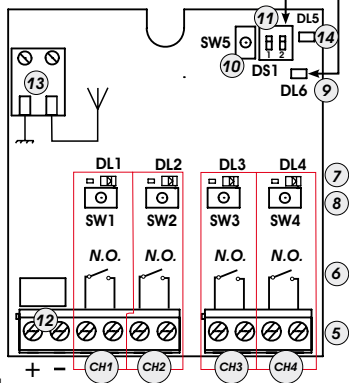

Fig.1
- 2) Premere, per 1 secondo, il pulsante sulla ricevente (Fig.1 rif. ⑧), corrispondente al canale a cui si vuole associare il radiocomando.
- 3) Il led corrispondente sulla ricevente (Fig.1 rif. ⑦), inizia a lampeggiare lentamente per 5 sec.
- 5) Il led (Fig.1 rif. ⑦) sulla ricevente si accenderà per 1 secondo poi spengersi, indicando l'avvenuta memorizzazione.
- 4) Premere, per 1 secondo, il pulsante sulla ricevente (Fig.1 rif. ⑧) corrispondente al canale a cui si vuole associare il radiocomando.
- 5) Il led corrispondente sulla ricevente (Fig.1 rif. ⑦), inizia a lampeggiare lentamente per 5 sec.